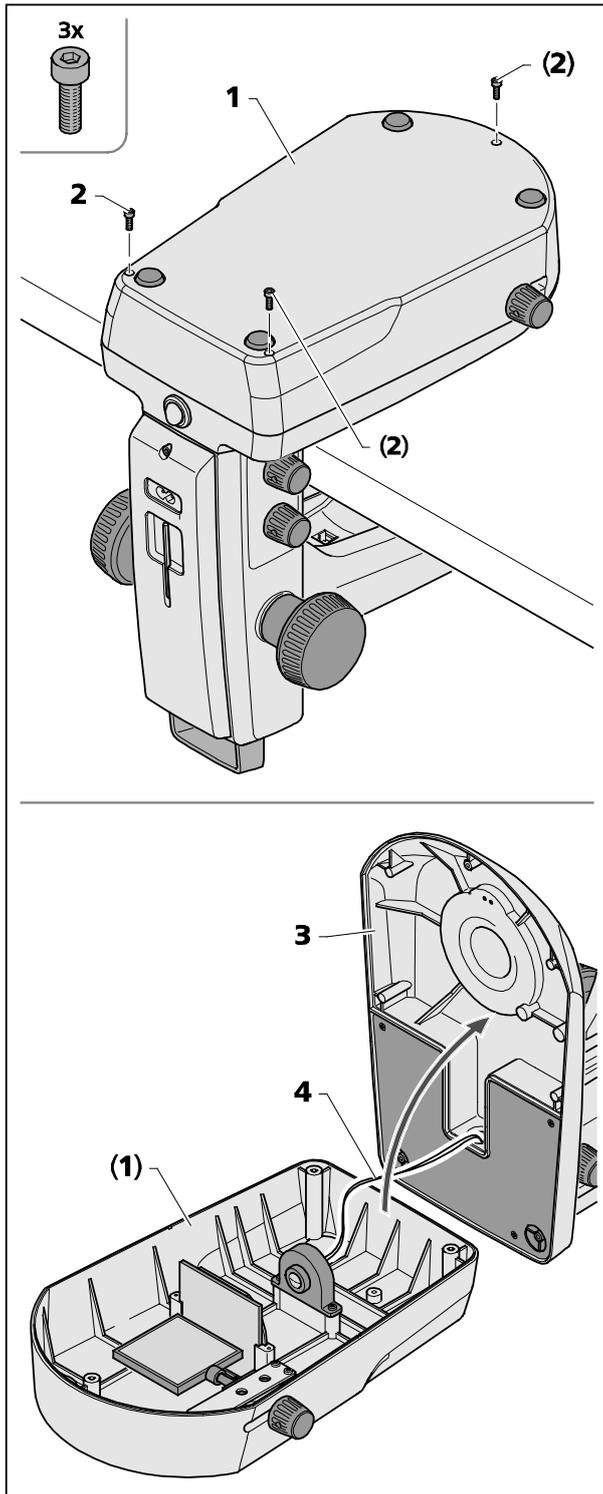

Fig. 23 Ouverture de la plaque de fond du statif K LAB
Pour nettoyer à l'intérieur ou pour extraire des corps étrangers qui se seraient introduits, vous pouvez détacher le fond du module d'éclairage diascopique (Fig. 23/1) de la plaque de fond du statif (Fig. 23/3).
- Dévissez les trois vis (Fig. 23/2) sur la plaque de fond du statif (Fig. 23/1) avec l'aide d'une clé Allen de 2,5 mm et mettez-les de côté.
- Soulevez la plaque de fond du statif (Fig. 23/3) avec précaution pour la détacher du fond du module d'éclairage diascopique (Fig. 23/1) et couchez le statif sur le côté.
Veillez à ce que le cordon (Fig. 23/4) ne se détache pas du fond du module d'éclairage diascopique (Fig. 23/1).